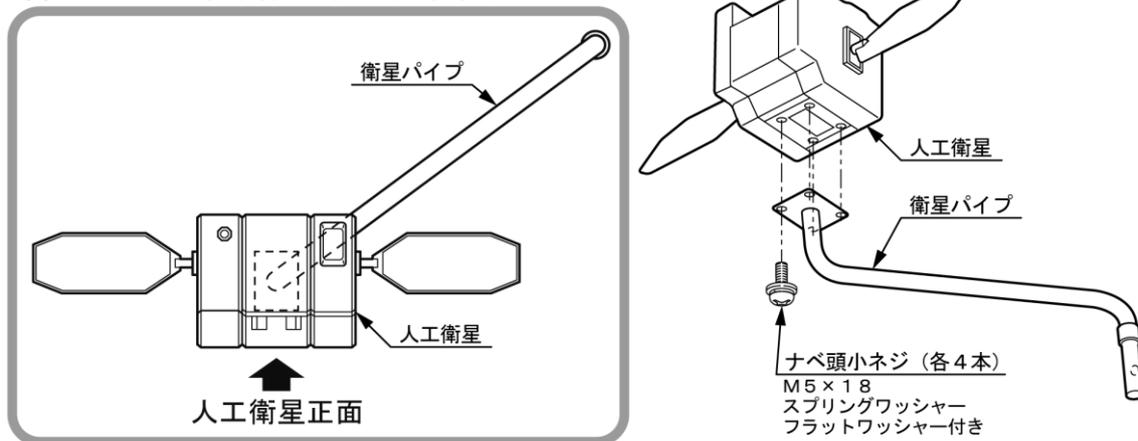

図6-13 人工衛星と衛星パイプの組み付け
(7) 人工衛星の取り付け
- ① 人工衛星に衛星パイプを組み付けて、センターパイプに取り付けます。人工衛星の底部に付属のナベ頭小ネジ（M5×18 4本）で、向きに注意してパイプを組み付けます。（図6-13）